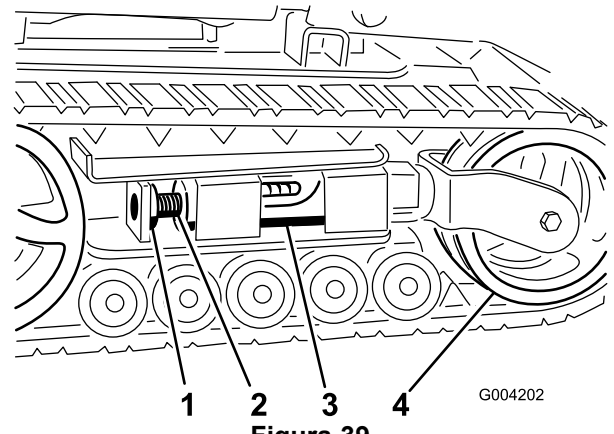
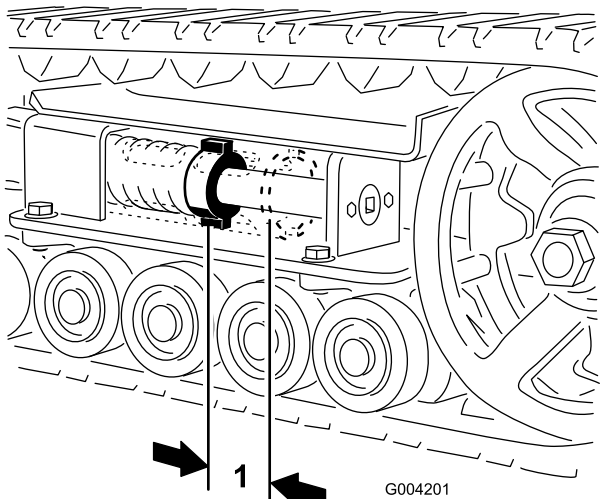
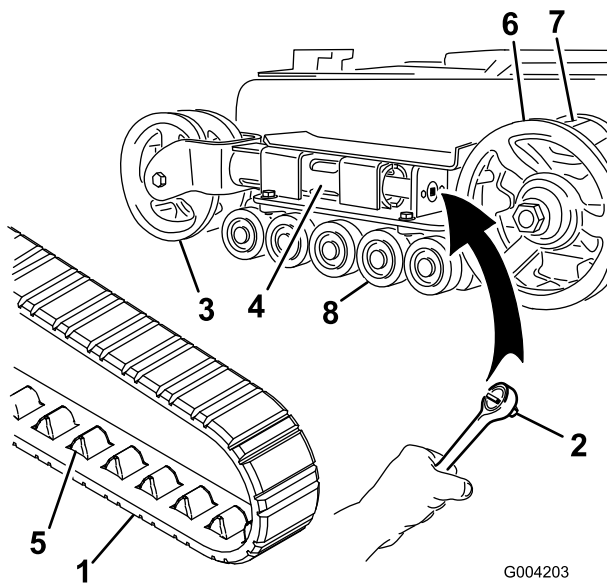
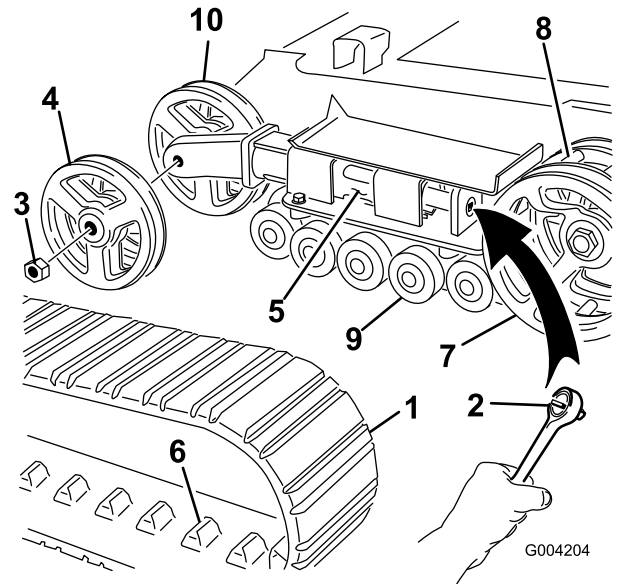

Figura 39
Figura 38
Figura 40
Figura 41
Debe haber una holgura de 7 cm (2-3/4 pulg.) entre la tuerca tensora y la parte de atrás del tubo tensor (Figura 38). Si no es así, ajuste la tensión de las orugas usando el procedimiento siguiente:
3. Retire el perno de bloqueo y la tuerca (Figura 39).
4. Usando una llave de 1/2 pulgada (Figura 40), gire el tornillo tensor en el sentido contrario a las agujas del reloj hasta que la distancia entre la tuerca tensora y la parte de atrás del tubo tensor (Figura 38) sea de 7 cm (2-3/4 pulg.).
5. Alinee la muesca más próxima del tornillo tensor con el taladro del perno de bloqueo, y fije el tornillo con el perno de bloqueo y la tuerca (Figura 39).
4. Usando una llave de 1/2 pulgada, alivie la tensión en la oruga girando el tornillo tensor en el sentido de las agujas del reloj (Figura 39 y Figura 40).
4. Usando una llave de 1/2 pulgada, alivie la tensión en la oruga girando el tornillo tensor en el sentido de las agujas del reloj (Figura 39 y Figura 41).
5. Empuje la rueda tensora hacia la parte de atrás de la unidad de tracción para mover el tubo de horquilla contra el bastidor (Figura 40). (Si no toca el bastidor, siga girando el tornillo tensor hasta que lo toque.)
7. Cuando haya retirado la oruga de la rueda tensora, retírela de la rueda motriz y de las ruedas de rodaje (Figura 40).
8. Empezando en la rueda motriz, pase la oruga nueva alrededor de dicha rueda, asegurándose de que los dientes de la oruga encajen entre los espaciadores de la rueda (Figura 40).
9. Empuje la oruga por debajo de y entre las ruedas de rodaje (Figura 40).
11. Gire el tornillo tensor en el sentido contrario a las agujas del reloj hasta que la distancia entre la tuerca tensora y la parte de atrás del tubo de horquilla (Figura 38) sea de 7 cm (2-3/4 pulg.).
5. Empuje la rueda tensora hacia la parte de atrás de la unidad de tracción para mover el tubo tensor contra el bastidor (Figura 41). (Si no toca el bastidor, siga girando el tornillo tensor hasta que lo toque.)
6. Retire la tuerca que fija la rueda tensora exterior y retire la rueda (Figura 41).
7. Retire la oruga (Figura 41).
8. Retire la tuerca que fija la rueda tensora interior y retire la rueda (Figura 41).
12. Instale la rueda tensora interior y fíjela con la tuerca que retiró anteriormente (Figura 41).
14. Instale la oruga nueva, asegurándose de que los dientes de la oruga encajen entre los espaciadores de la rueda motriz (Figura 41).
15. Instale la rueda tensora exterior y fíjela con la tuerca que retiró anteriormente (Figura 41).
17. Gire el tornillo tensor en el sentido contrario a las agujas del reloj hasta que la distancia entre la tuerca tensora y la parte de atrás del tubo tensor (Figura 38) sea de 7 cm (2-3/4 pulg.).